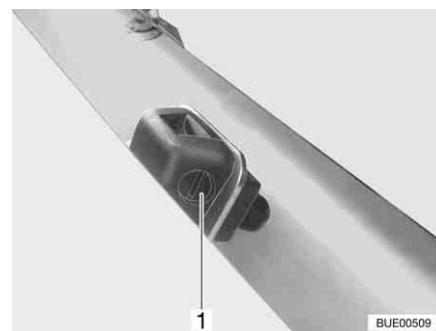

Fig. 43 Ugelli lavavetro (variante 2)
- Servendosi di un cacciavite appropriato, girare la vite di regolazione (Fig. 43,1) fino a raggiungere la posizione desiderata.